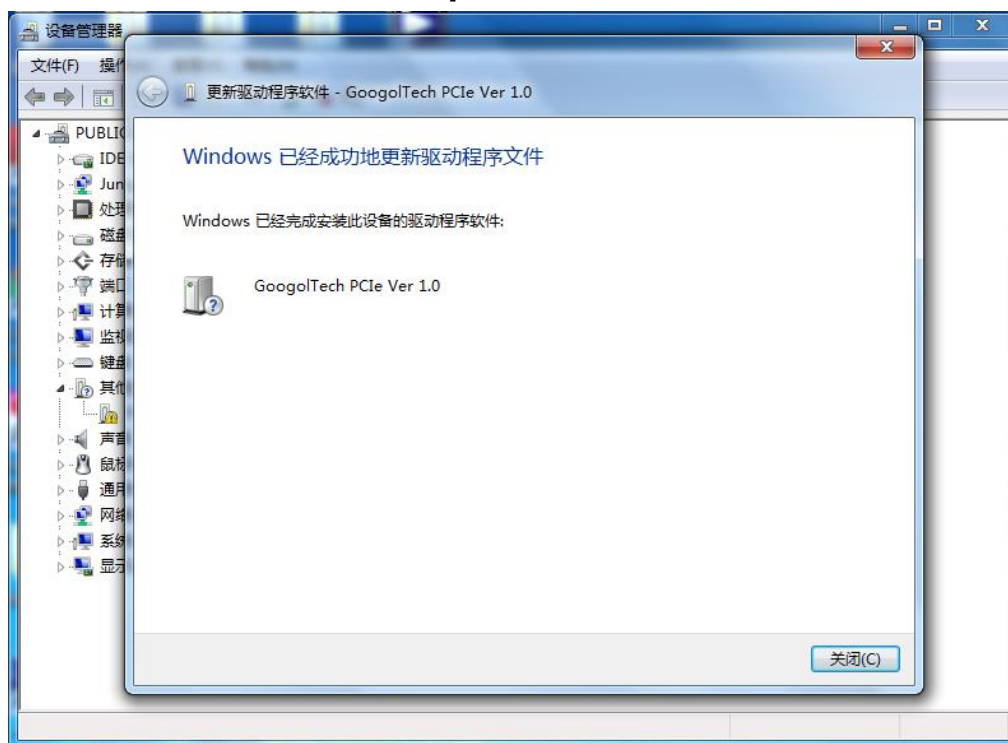
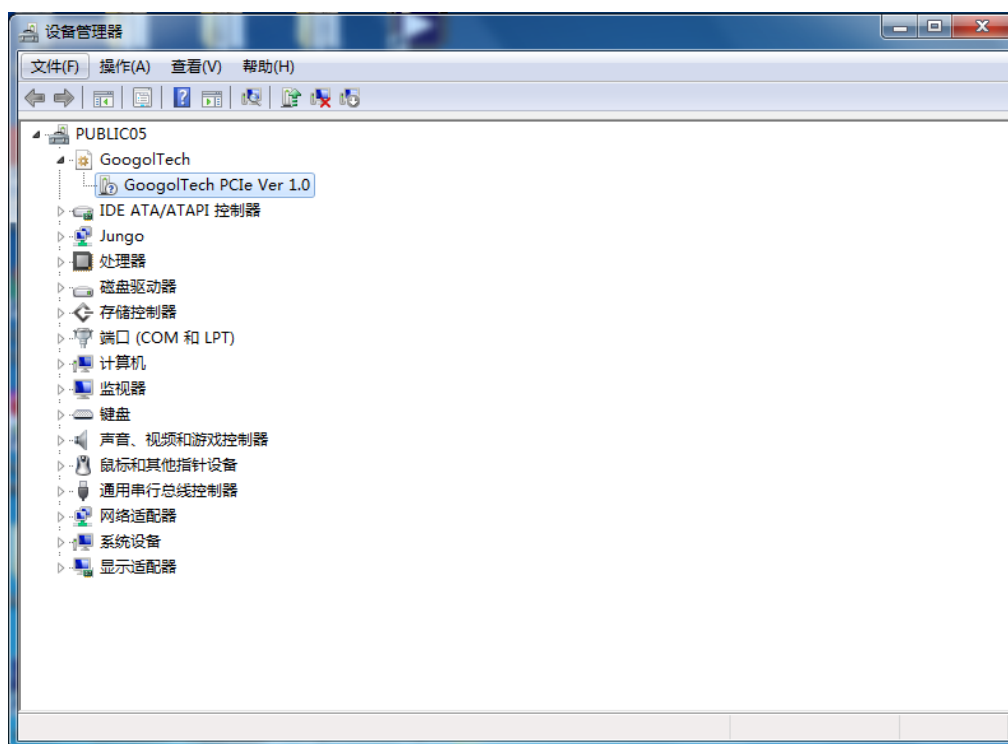

图 2-16 运动控制卡驱动程序安装界面 6
图 2-17 运动控制卡驱动程序安装界面 7
(6) 驱动安装成功后，弹出如图 2-16 所示的提示界面，点击【关闭】按钮，在设备管理其中 GoogolTech 分支下显示 GoogolTech PCIe Ver 1.0，如图 2-17 所示，说明驱动程序已经安装成功。